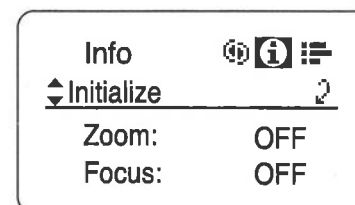

Fig7-4
3. 下キーを2回押し、Setキーを押します。Initialize画面に切り替わります。(Fig7-4)